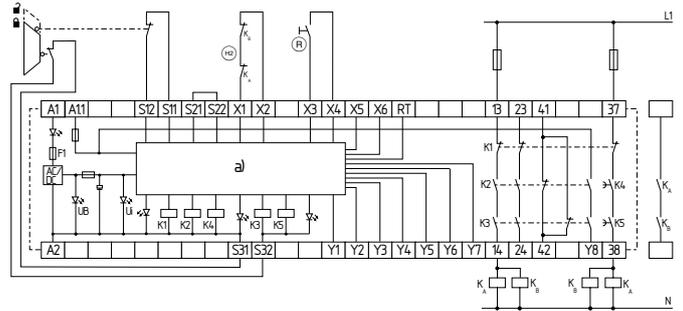

Fig. 6
**L'exemple reprend une commande à deux canaux d'une surveillance de protecteur avec deux interrupteurs de position, dont un contact avec manoeuvre positive d'ouverture et interrupteur de réarmement externe (R) (voir Fig. 6)**